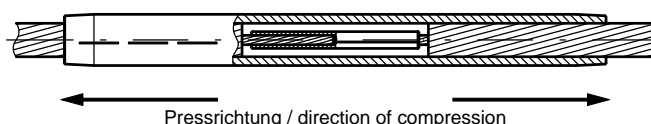

FIG 4
- 8) Compress aluminium tension sleeve following the compression marks, using appropriate compression insert (see indicated index number on the aluminium-sleeve). Start to compress from the center to the end of the aluminium sleeve (FIG. 4).
- 8) Aluminium-Presshülse gemäß der Pressmarkierungen mit dem passenden Presseinsatz (siehe Markierung auf Hülse) verpressen. Reihenfolge der Pressungen von der Mitte der Aluminium-Presshülse zum Rohrende (FIG. 4).